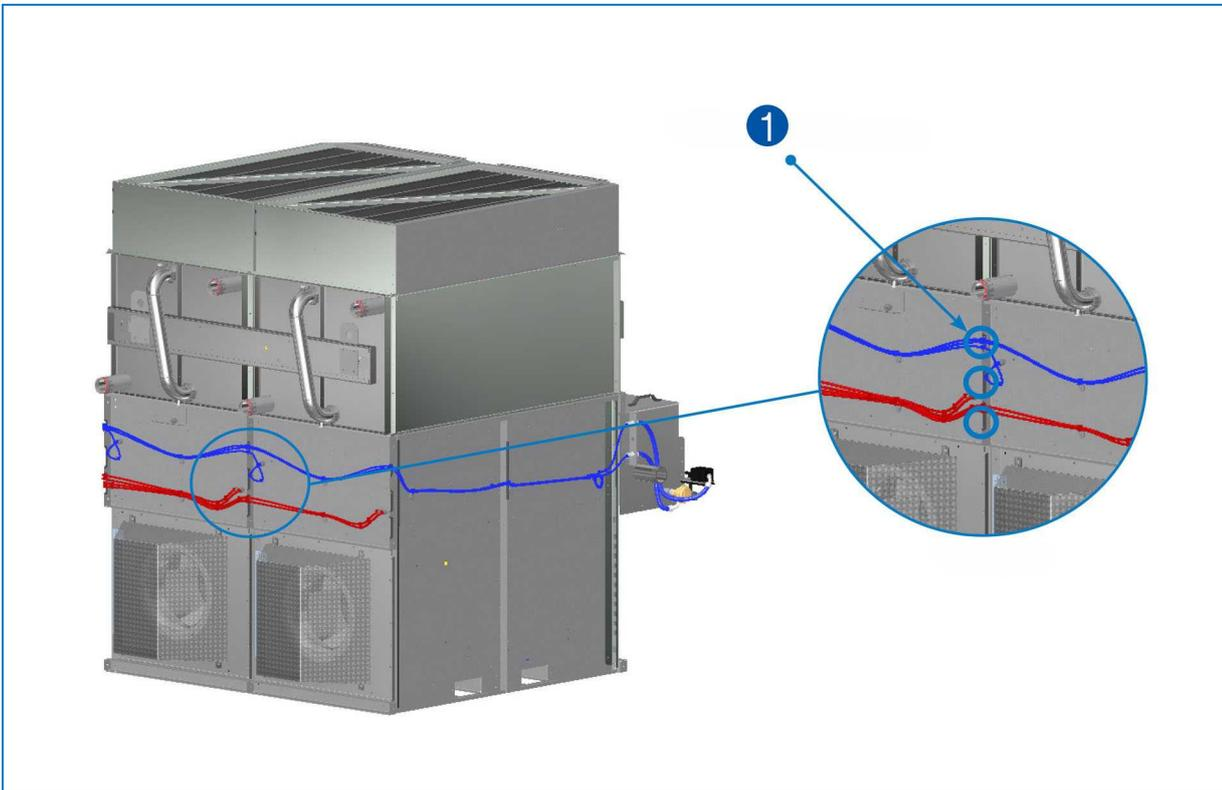

Abbildung 16 Lüfterstromkabel (rotes Kabel) – 1. Kabelverlegungskerven
4. Verlegen Sie das Lüfterstromkabel durch die dritte Kerbe von oben und den Kabelhalter und befestigen Sie dann das Kabel mit Kabelbindern am Gerät. Das Lüfterstromkabel kann nötigenfalls die zweite (mittlere) Kerbe an NXF-0603-Geräten verwenden. Siehe Abbildung 16.